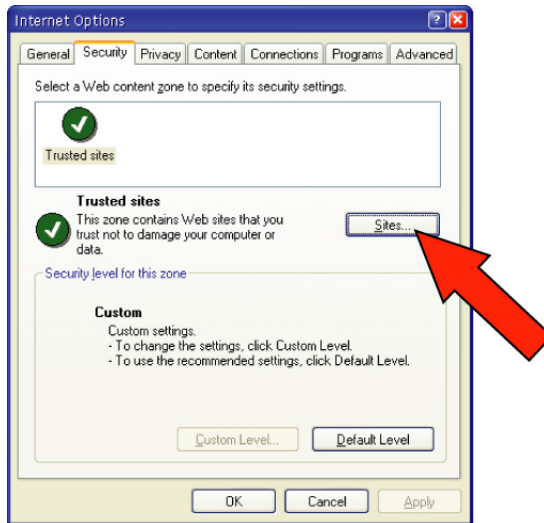

Figura 6.19 Aba Segurança para Sites Confiáveis
- Nas configurações para **Trusted sites** clique em **Sites...** (ver seta na *Figura 6.19*).